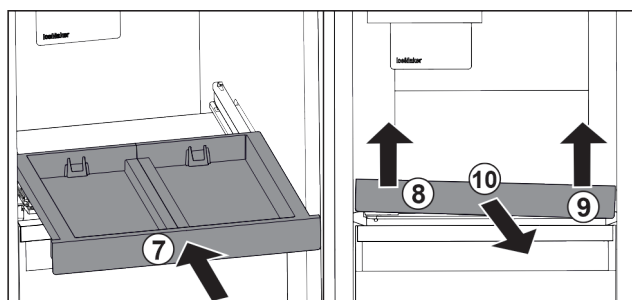

Fig. 101
- ▶ Introducir el estante extraíble. Fig. 101 (7)
- ▶ Levantar el estante extraíble por delante a la izquierda. *Fig. 101 (8)*
- ▶ Levantar el estante extraíble por delante a la derecha. *Fig. 101 (9)*
- ▶ Retirar el estante extraíble hacia delante. *Fig. 101 (10)*